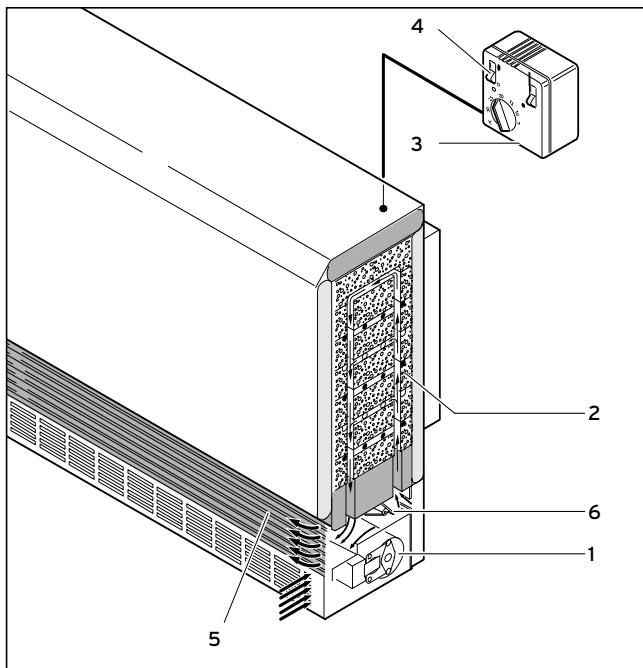
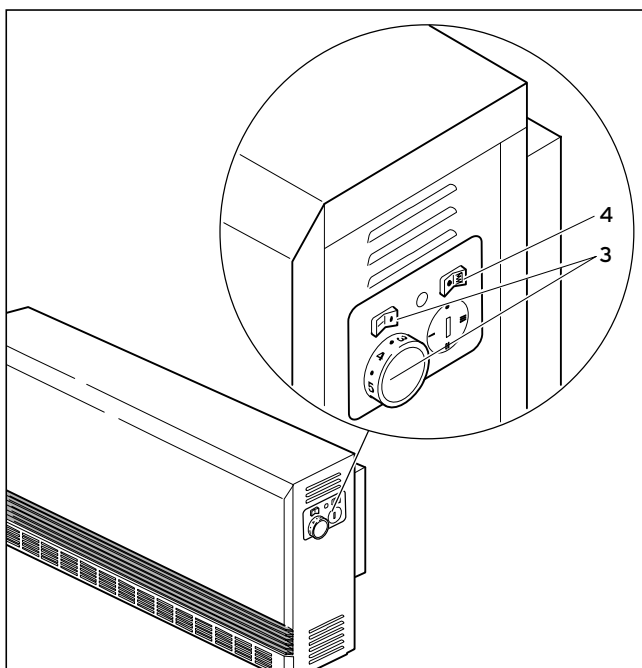

Abb. 3.2 Entladeregulierung über wandmontierten Raumtemperaturregler
Abb. 3.3 Entladeregulierung über integrierten Raumtemperaturregler
Die Entladung erfolgt automatisch. (Abb. 3.2: Regelung über wandmontierter Raumtemperaturregler; Abb. 3.3: Regelung über integrierten Raumtemperaturregler)
Bei Unterschreiten der von Ihnen am Raumtemperaturregler (3) (Abb. 3.2/3.3) eingestellten Solltemperatur läuft der Lüfter (1) an und fördert Raumluft durch die Luftkanäle des Speicherkerns (2). Der dabei erwärmten Luft wird anschließend über die Luftmischklappe (6) so viel kühle Raumluft zugemischt, dass der eingestellte Solltemperaturwert nicht überschritten wird (die Stellung der Luftmischklappe wird automatisch mittels eines Bimetallreglers gesteuert). Die erwärmte Luft wird über das Luftaustrittsgitter (5), zu einem geringen Teil auch über die Geräteoberfläche, an den Raum abgegeben. Der Raumtemperaturregler regelt die Entladung automatisch so, dass die gewünschte Raumtemperatur konstant gehalten wird.